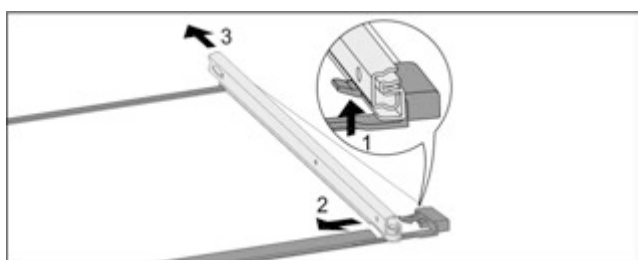

Fig. 164 Скляна пластина з рейками
- ▶ Натиснути передній гачок-фіксатор вгору. Fig. 164 (1)
- ▶ Виштовхніть виїзну рейку в сторону Fig. 164 (2) та назад Fig. 164 (3).